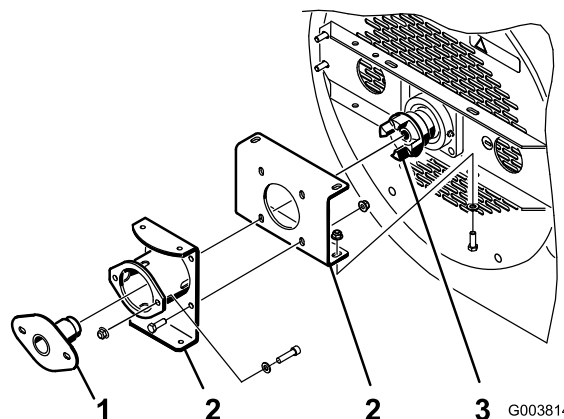
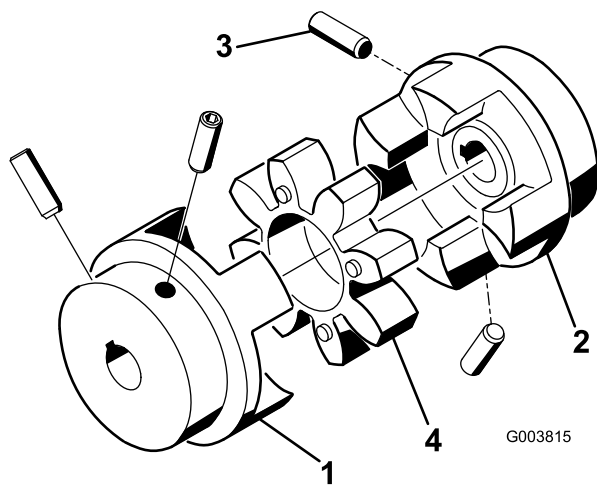

Figura 13
Figura 14
1. Certifique-se de que os suportes de montagem são instalados na estrutura do soprador mas que os parafusos e as porcas estão soltos (Figura 13).
2. Insira a ferramenta de alinhamento do rolamento através dos suportes de montagem e no acoplador da ventoinha (Figura 13). Certifique-se de que o acoplador tipo aranha (Figura 14) não se encontra no acoplador.
- O conjunto de parafusos que prendem os acopladores do motor e eixo da ventoinha (Figura 14) têm de ser apertados de 6,5 a 9,2 N-m.